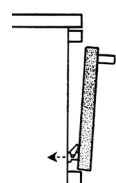

Bild 34
- Die Backofentür-Scharniere in die Öffnungen am Backofen einführen, und unten einrasten lassen (Bild 34).